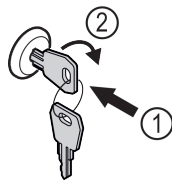

Fig. 172
- ▶ Włożyć kluczyk Fig. 172 (1).
- ▶ Przekręcić kluczyk o 90° w prawo Fig. 172 (2).